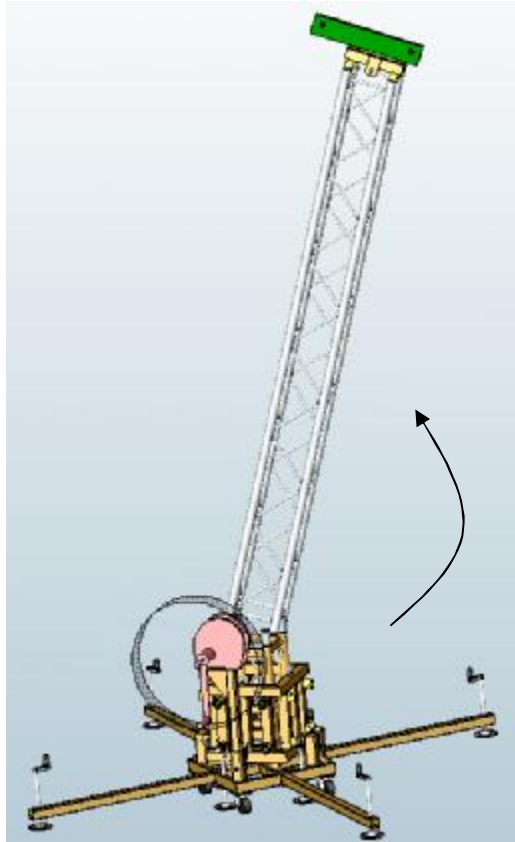

fig.12
a) Relever l'ensemble du mât de sorte à pouvoir assembler les 2 dernières charnières (rep 8) avec les manchons femelles (rep 12) du mât 1 (rep 7) (fig.12).